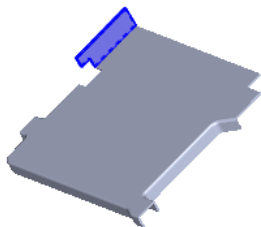
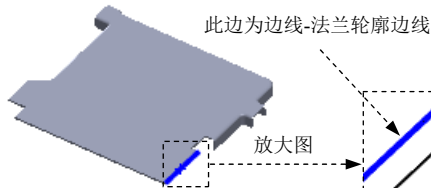
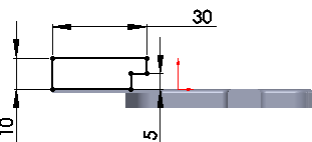

图 7.6.23 边线-法兰 4
图 7.6.24 选取边线-法兰轮廓边线
图 7.6.25 法兰轮廓
Step15. 创建图 7.6.23 所示的钣金特征——边线-法兰 4。选择下拉菜单 **插入(I)** → **钣金(B)** → **边线法兰(E)...** 命令；选取图 7.6.24 所示的边线为法兰轮廓边线；在 **角度(G)** 区域的  文本框中输入角度值 90.0；在“边线-法兰”对话框的 **法兰长度(L)** 区域的下拉列表中选择 **给定深度** 选项；在 **法兰位置(N)** 区域中单击“折弯在外”按钮 ；单击“法兰参数”区域的 **编辑法兰轮廓(E)** 按钮，编辑图 7.6.25 所示的法兰轮廓；单击 **完成** 按钮，完成边线-法兰 4 的创作。